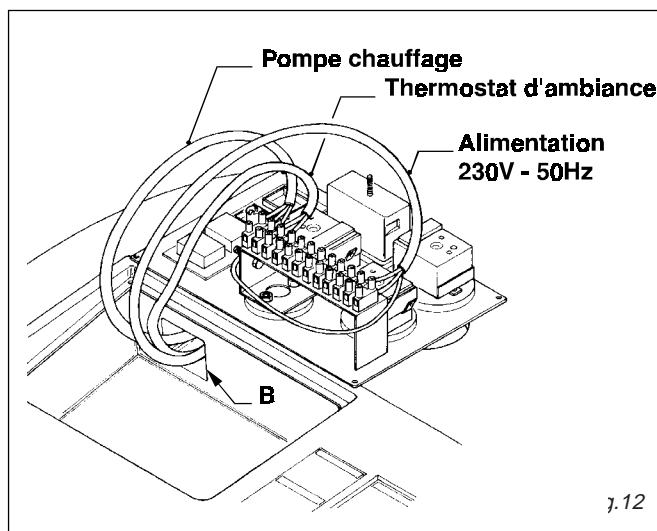

fig. 12
- 3) Faire passer les câbles d'alimentation 230V - 50Hz, de la pompe chauffage et de l'éventuel thermostat d'ambiance, dans la goulotte prévue à cet effet (Rep. B) située sur l'arrière de la chaudière EXOCELL (voir Fig. 12).